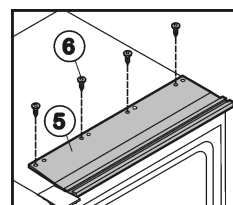

Fig. 29
- Visser le profilé de montage en haut Fig. 29 (5) avec quatre vis Fig. 29 (6) dans les trous préparés à travers le profilé et l'appareil.